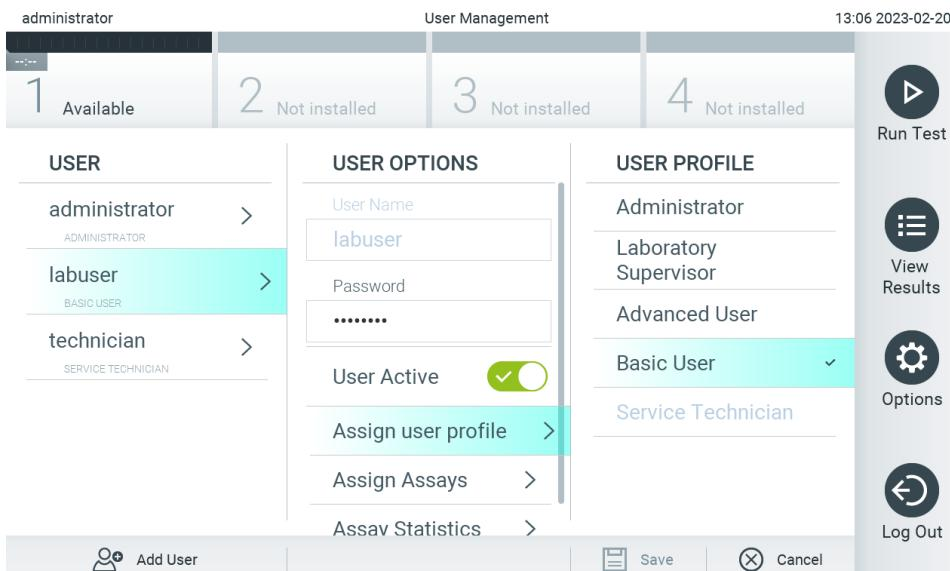

Abbildung 52. Zuweisung von Benutzerprofilen zu Benutzern.
- **Assign User Profile** (Benutzerprofil zuweisen): Ermöglicht die Zuweisung eines anderer Benutzerprofils für diesen Benutzer (z. B. Administrator, Laboratory Supervisor (Laborleiter), Advanced User (Fortgeschrittenen Benutzer), Basic User (Einfacher Benutzer)). Wählen Sie das entsprechende Benutzerprofil aus der Liste rechts im Inhaltsbereich aus (Abbildung 52).